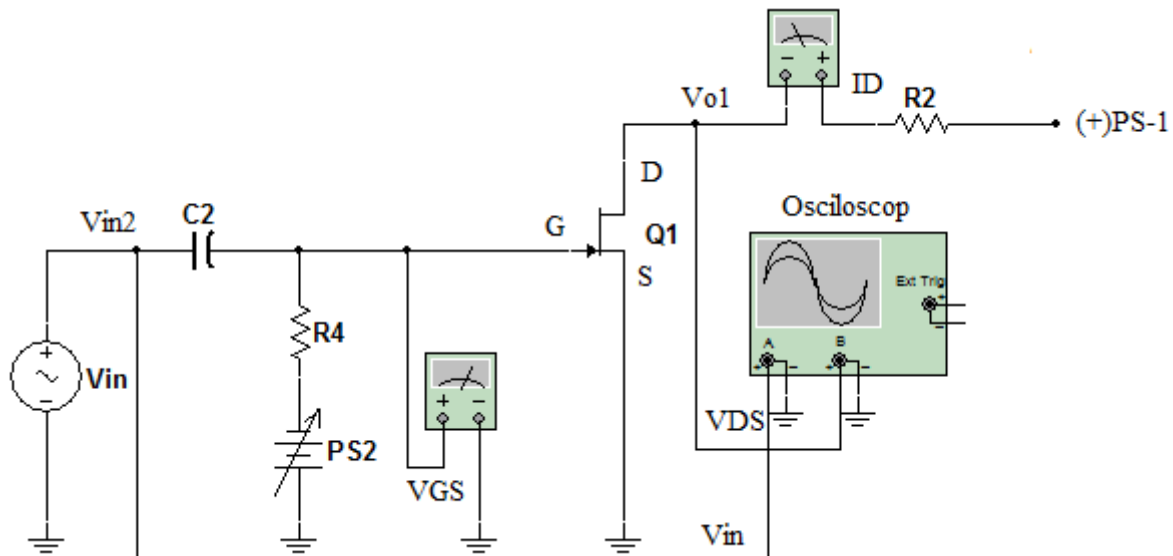

Fig.10.9.Circuitul de măsurare a transconductanței.
17. Realizați pe placa EB-112 circuitul din fig.10.9 și conectați aparatele de măsură conform specificațiilor din figură.